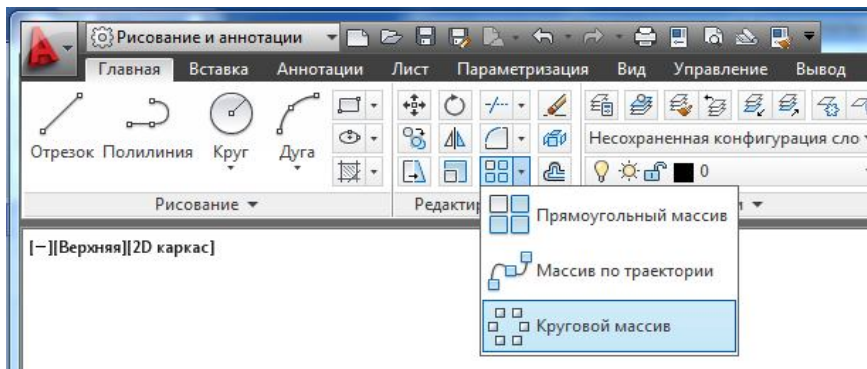

Рис. 10. Команда **Круговой массив**.
3.2. Построение окружностей с равным интервалом выполнить командой **Круговой массив** (рис. 10).